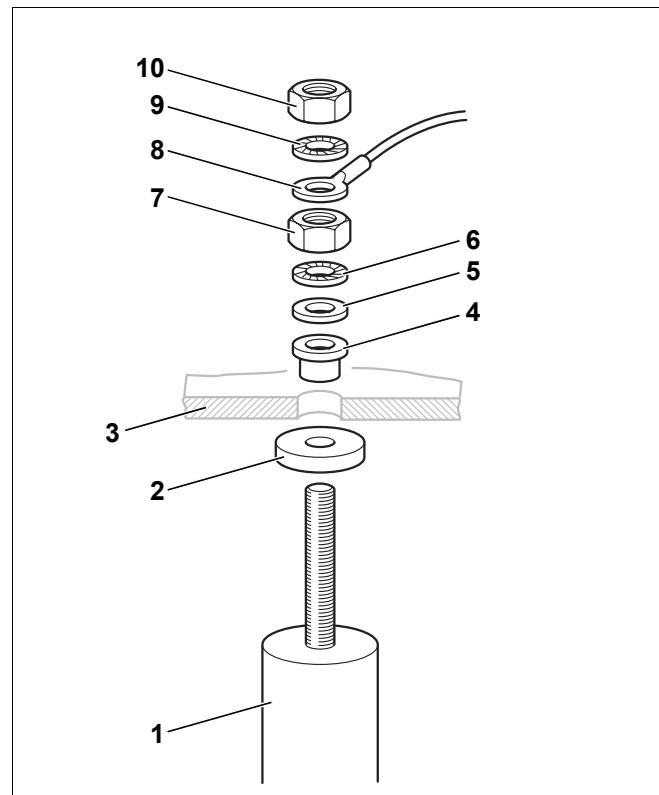

Рис. 15 Замена магниевого анода
- Проверить износ магниевого анода (рис. 15, поз. 1). Заменить анод, если его диаметр уменьшился примерно до 15 – 10 мм.
- Отвернуть гайку M8 (рис. 15, поз. 10), чтобы освободить ушко заземляющего провода (рис. 15, поз. 8).
- Отвернуть гайку M8 (рис. 15, поз. 7).
- Снять крышку люка (рис. 15, поз. 3) с магниевого анода (рис. 15, поз. 1).
- Установить новый магниевый анод со всеми мелкими деталями, входящими в поставку, как это показано на рис. 15.